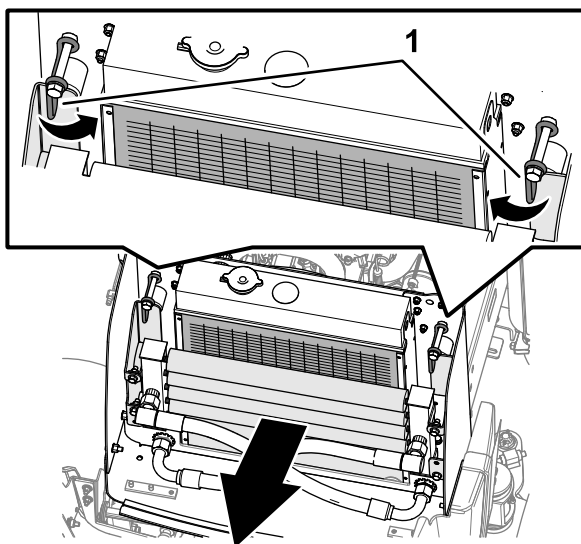
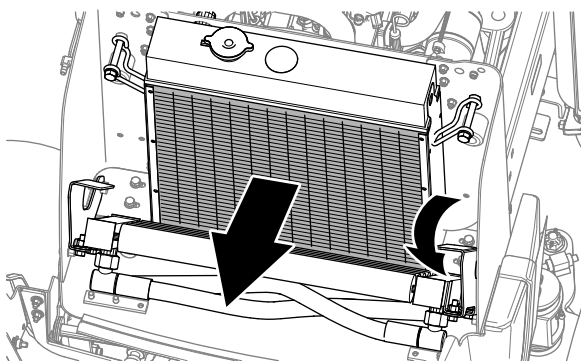

Bild 80
Bild 81
6. Reinigen Sie den Ölkühler mit Niederdruckluft (3,4 bar) (Bild 80).
7. Drehen Sie die Ölkühlerriegel nach innen, und schwenken Sie den Ölkühler (Bild 80 und Bild 81).
8. Blasen Sie von der Lüfterseite des Kühlers die Rückstände mit Niederdruckluft (3,4 bar) aus (Bild 81). Wiederholen Sie diesen Schritt von der Vorderseite des Kühlers und dann von der Lüfterseite. Reinigen Sie beide Seiten des Ölkühlers gründlich.